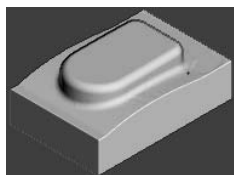

图 3-23 仿真加工结果
2) 在“仿真”工具栏的“当前刀具路径”下拉列表中选择要模拟的刀具路径 rough, 然后单击“执行”按钮 , 系统开始自动仿真加工, 仿真加工结果如图 3-23 所示。